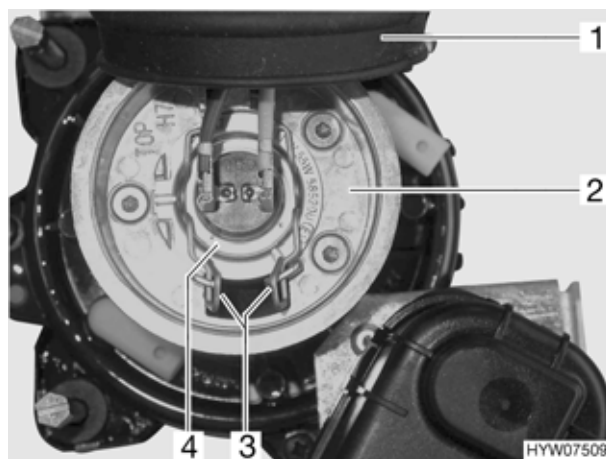

Fig. 107 Faro anabbagliante
- Togliere il copripolvere di gomma (Fig. 107,1) dall'involucro (Fig. 107,2).
- Stringere le staffe di metallo (Fig. 107,3) ed estrarle dai supporto.
- Estrarre dall'involucro la lampada ad incandescenza (Fig. 107,4) con il cavo.